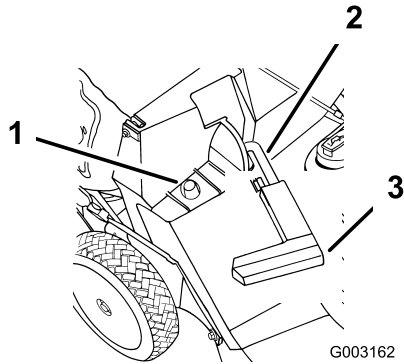

Figure 18
2. Vérifiez que la poignée du volet d'éjection est complètement abaissée vers l'avant et que le goujon est bien engagé dans son logement (Figure 18).
3. Accrochez le cadre du bac par le trou sur l'ergot de retenue situé sur l'éjecteur (Figure 18).
2. Soulevez la poignée du volet d'éjection et poussez-la vers l'avant jusqu'à ce que l'ergot de verrouillage s'engage dans le logement (Figure 18).